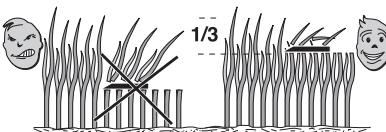

Рис. 19
- Если трава очень высокая, скашивание лучше осуществить в два приема с интервалом в один день; при первой стрижке режущие приспособления должны быть на максимальной высоте и желательно уменьшить ширину полосы скашиваемой травы, а при второй – режущие приспособления следует установить на желаемый уровень (Рис. 19).